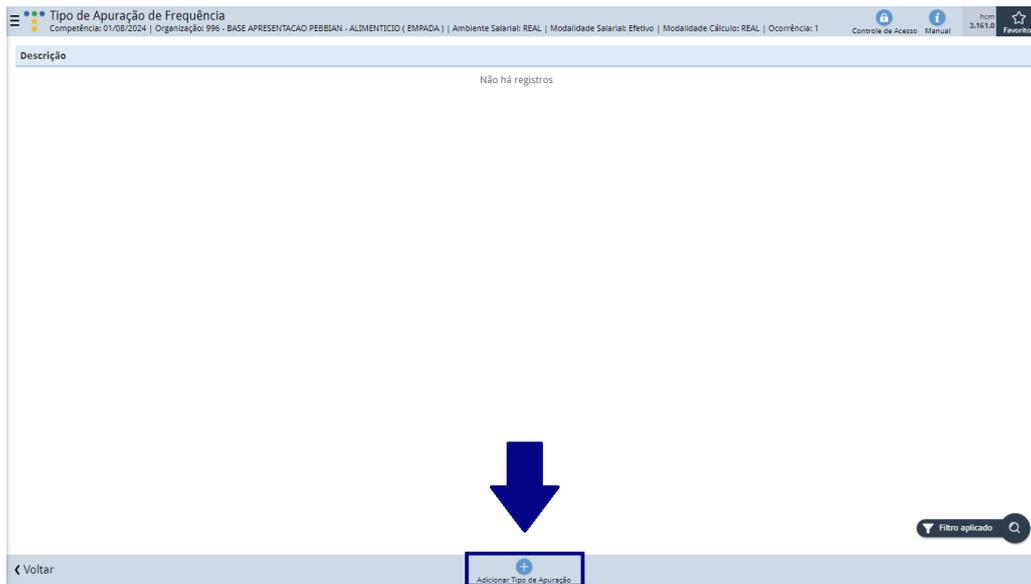

Figura 14: Adicionar
- **Adicionar Novo Registro:** Para inserir um novo registro, clique no botão **Adicionar** (Figura 14). Isso abrirá um formulário onde você deverá preencher os dados necessários.